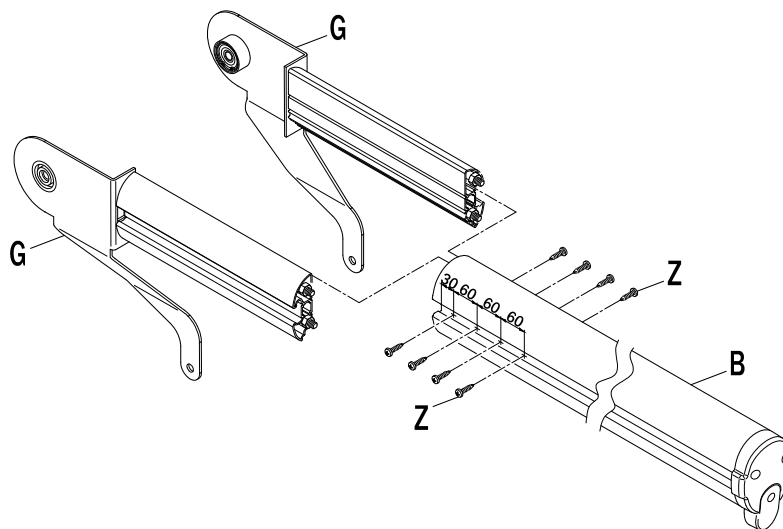
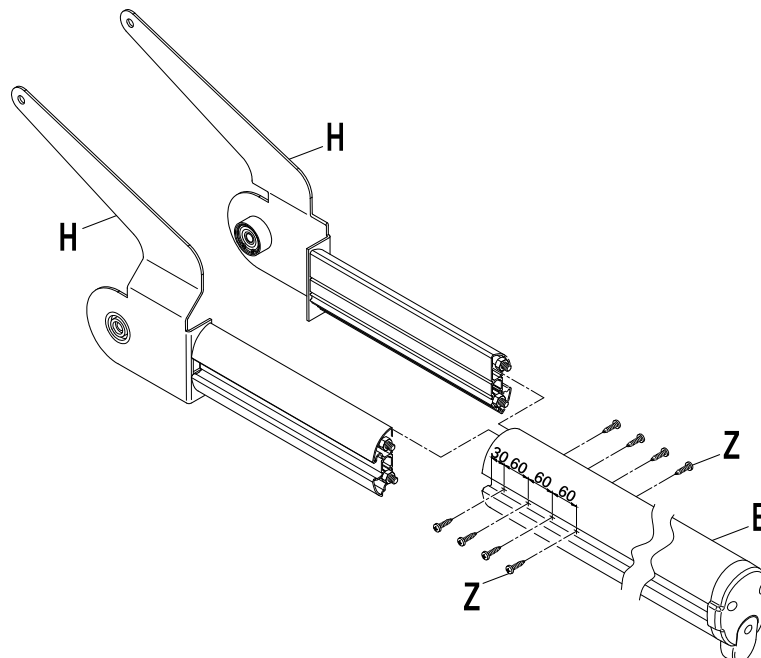

Fig. 4
Fig. 5
1. Assemblare ora le 2 flange di rotazione **[G]** (per il modello **SND/BA/90/DW**) oppure **[H]** (per il modello **SND/BA/90/UP**) fissandole nell'estremità libera del profilo **[B]**, come indicato in **Fig. 4** oppure **Fig. 5**, a seconda del modello prescelto.
1. Now assemble the 2 rotation flanges **[G]** (for model **SND/BA/90/DW**) or **[H]** (for model **SND/BA/90/UP**) fastening them to the free end of section **[B]**, as indicated in **Fig. 4** or **Fig. 5**, according to the chosen model.
1. Jetzt die 2 Drehflansche **[G]** (für das Modell **SND/BA/90/DW**) oder **[H]** (für das Modell **SND/BA/90/UP**) an dem äußeren freien Ende des Stangenstücks **[B]** wie in der **Abb. 4** oder **Abb. 5**, je nach dem gewählten Modell, befestigen. Mit den mitgelieferten
1. Assembler maintenant les 2 brides de rotation **[G]** (pour le modèle **SND/BA/90/DW**) ou **[H]** (pour le modèle **SND/BA/90/UP**) en les fixant au niveau de l'extrémité libre de l'axe **[B]**, comme indiqué sur la **Fig. 4** ou **Fig. 5**, en fonction du modèle choisi précédemment.
1. Ensamble ahora las 2 bridas giratorias **[G]** (para el modelo **SND/BA/90/DW**) o bien, **[H]** (para el modelo **SND/BA/90/UP**) fijándolas en el extremo libre de la sección **[B]**, tal como se muestra en la **Fig. 4** o bien, **Fig. 5**, según el modelo elegido.
1. Montar então os 2 flanges de rotação **[G]** (para o modelo **SND/BA/90/DW**) ou **[H]** (para o modelo **SND/BA/90/UP**) fixando-os na extremidade livre do tronco **[B]**, como indicado na **Fig. 4** ou **Fig. 5**, de acordo com o modelo escolhido.